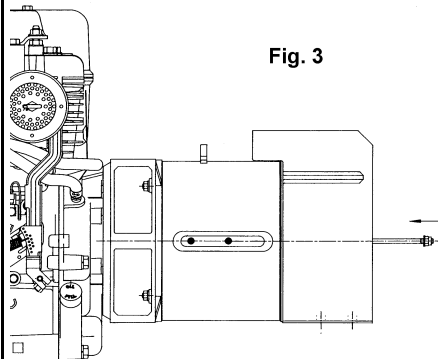
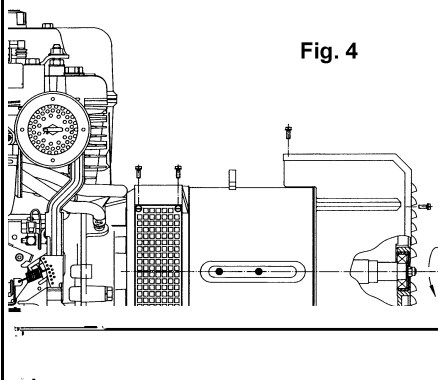

Fig. 3
Fig. 4
-) screws the self-locking nut onto the central bolt and insert the latter into its housing (figure 3)
-) lock the central bolt by applying a tightening torque of $21 \pm 7\%$ Nm to the M8 nut; reassemble the lateral protective nets and the rear closing grid by applying a tightening torque of $3,5 \pm 7\%$ Nm to the M5 screws (figure 4)
<p>d) augmenter l'entrefer pour augmenter la tension ou diminuer l'entrefer pour diminuer la tension;</p> <p>e) bien revisser les écrous "1"</p> <p>En charge: pour la régulation de la tension à charge, il est possible d'agir sur le nombre de spires "2" (table 3) du transformateur de régulation. En charge équilibrée, on a normalement une élévation de la tension qui peut aller, dans le cas d'une machine froide jusqu'à + 5% à $\cos\phi$ 0.8 et à + 10% à $\cos\phi$ 1. Une telle élévation de tension se réduit au bout de 10 min. de fonctionnement de l'alternateur. Si vous souhaitez à ce moment là diminuer la tension, il sera nécessaire d'enlever une spire au transformateur. En vérifiant successivement si la nouvelle valeur de la tension mesurée est satisfaisante en charge. Vous devez ainsi répéter l'opération jusqu'à ce que vous obteniez la valeur désirée.</p> <p>VÉRIFICATION DES DIODES Pour cette opération, il est nécessaire de déconnecter le bobinage. Si on utilise l'ohmmètre, on devra vérifier que chaque diode fonctionne dans un seul sens. Ou bien, avec une pile et une lampe comme indiqué table 4, en utilisant la polarité de la pile, on vérifiera que la lampe ne s'allume que dans un sens.</p> <p>Après avoir exécuté tous les raccordements électriques et seulement après avoir contrôlé le fonctionnement de toutes les protections, il est possible d'effectuer l'essai de la première mise en marche du système.</p>	<p>d) um die Spannung zu steigern, wird der Luftspalt vergrößert und umgekehrt;</p> <p>e) die Schrauben "1" wieder anziehen</p> <p>Vollast: die Spannung ist durch Veränderung der Windungszahl der Ausgleichwicklung "2" am Transformator regulierbar (Abbildung 3) Bei Gleichbelastung und kalten Generator steigt die Spannung bis +5% bei $\cos\phi = 0.8$ und bis +10% bei $\cos\phi = 1$. Innerhalb 10 Minuten nach Inbetriebnahme setzen sich die obigen Werte auf die Hälfte herab. Wenn der Bedarf der Abspannung besteht, ist eine Windung vom Transformator abzuspulen und nacher zu prüfen, ob der neue Spannungswert den Sollwert entspricht. Anderfalls ist das Verfahren zu wiederholen, solange den gewünschten Wert erreicht wird.</p> <p>ÜBERPRÜFUNG DER DIODEN Die Prüfung muß mit mindestens einem abgehemmten Feldwicklungsendverschluß ausgeführt werden. Mit einem Ohmmeter (Widerstandsmeßgerät) wird jede Diode daraufhin überprüft, ob Durchlaß nur in einer Lampe und einer Batterie: Die Lampe sollte nur in einer Polungsrichtung der Batterie aufleuchten (Siehe Abbildung 4).</p>